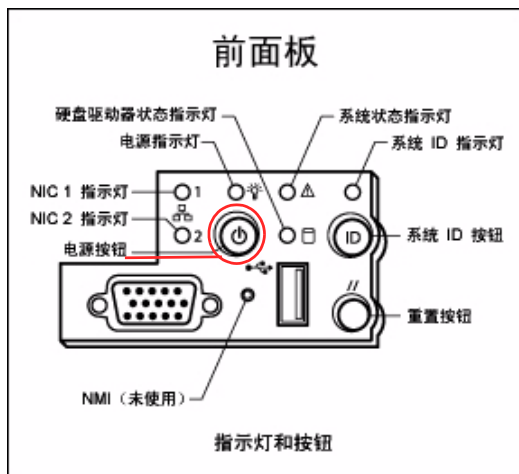

图 2-24 电源按钮和前面板明细
5. 按前面板（前盖后面）上的 Power（电源）按钮（图 2-24）。